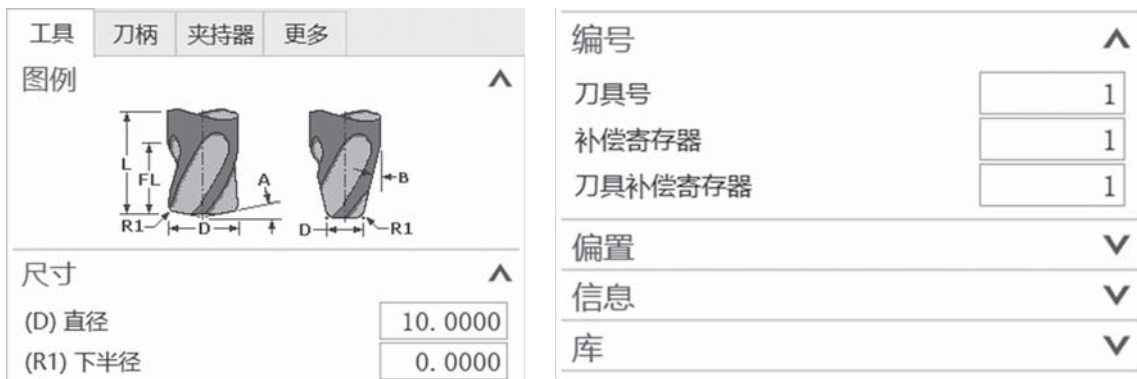

图 2-1-23 刀具参数
(1) 单击  图标，进入“创建刀具”界面，选择刀具子类型中的平底刀 ，在“名称”文本框中输入平底刀的直径大小“D10”作为刀具名称。单击“确定”按钮进入刀具参数设置对话框。
(2) 在“尺寸”区域中的“直径”文本框中填入“10.0000”，在编号区域中“刀具号”“补偿寄存器”“刀具补偿寄存器”三项文本框中填入“1”，单击“确定”按钮，完成刀具建立，如图 2-1-23 所示。